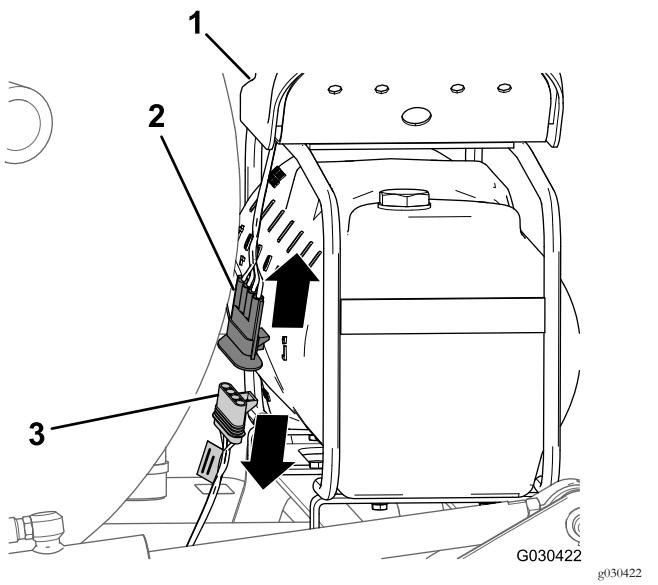

**Bild 5**
1. Suchen Sie an der Rückseite des Sprühbehälters den Kabelbaum für die Spritzpistole oder die elektrische Schlauchtrommel (Bild 5).
2. Ziehen Sie den 6-Stift-Stecker des Kabelbaums für die Spritzpistole oder die elektrische Schlauchtrommel vom 6-Buchsen-Stecker des hinteren Hauptkabelbaums ab (Bild 5).